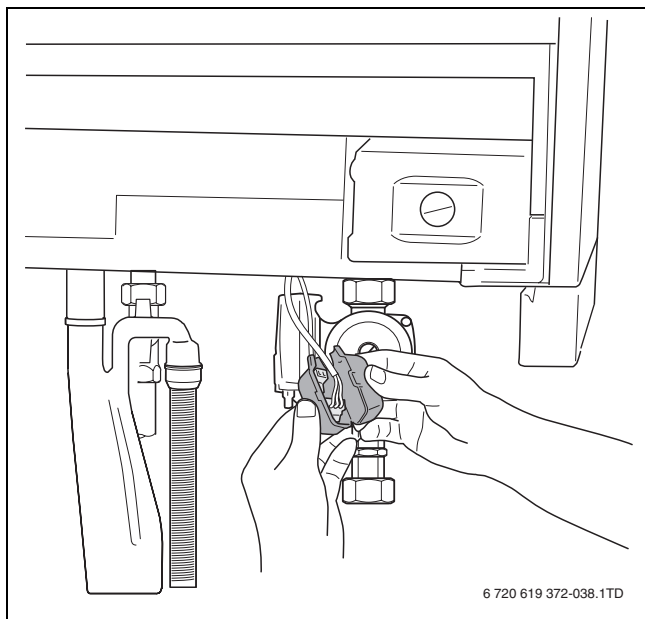
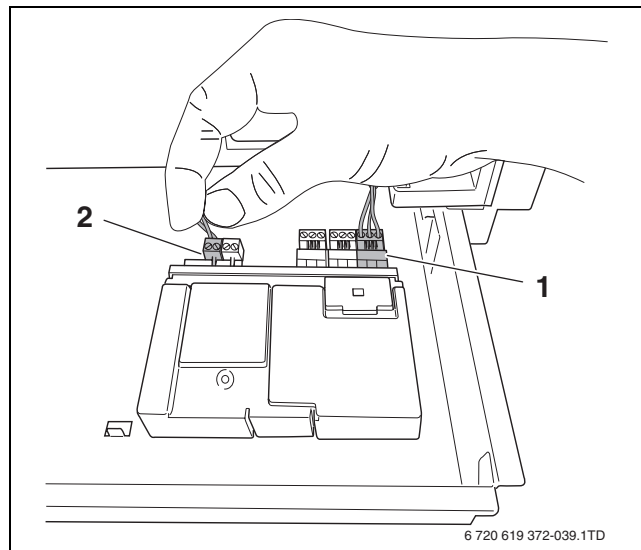

Fig. 47 Rimozione dei tappi di protezione
Fig. 48 Collegare i moduli tra di loro
- Rimuovere la calotta protettiva dei due connettori liberi sul cavo di collegamento del modulo funzionale (→ fig. 47).
- Collegare i connettori liberi del cavo di collegamento di alimentazione di rete 230 VAC (→ fig. 47) al modulo funzione (→ fig. 48, [1]). Quando si utilizzino più moduli, l'alimentazione a CA, 230 V del secondo modulo potrebbe essere derivata dal primo modulo. Utilizzare il cavo fornito in dotazione al modulo.
- Collegare i connettori liberi del cavo di collegamento del bus EMS al primo modulo (→ fig. 48, [2]).